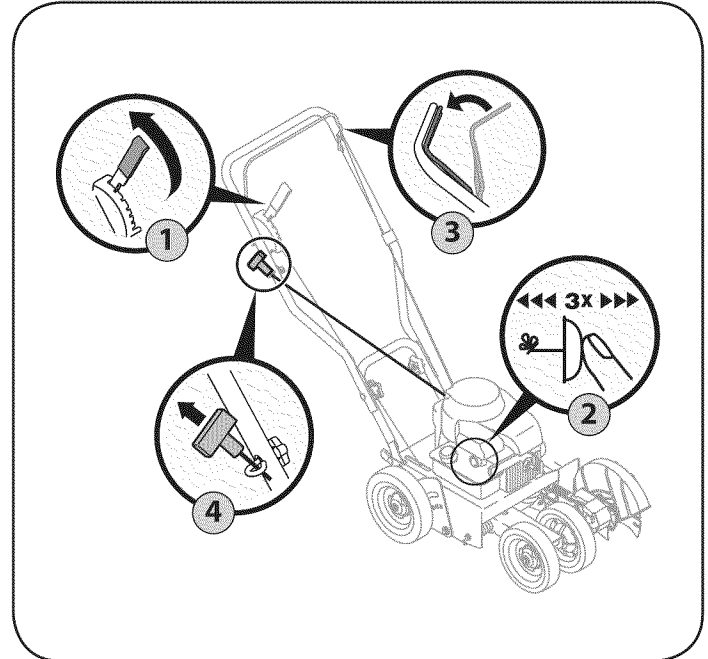

Figura 6
2. Comenzando el motor por primera vez, empuje el cebador cinco veces. Para todas las futuras ventajas, empuje el cebador tres veces. Espere aproximadamente dos segundos entre cada presión. Vea la Figura 6. No cebe el motor caliente para reiniciarlo luego de una detención breve.